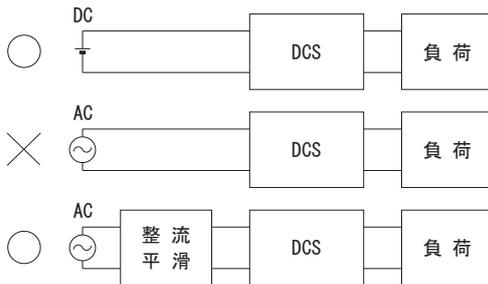
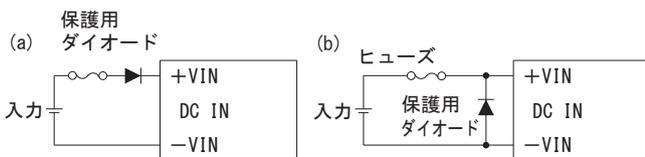

図 2.3 AC 入力での使用
図 2.4 逆接続防止
(5) AC 入力での使用
■ DCS シリーズは DC 入力専用です。AC での使用時は、電源入りに整流平滑回路を接続してください (図 2.3)。整流平滑回路についての詳細は、当社までお問い合わせください。
(6) 逆接続の防止
■ 入力端子に極性逆の電圧が加わると故障します。極性逆の電圧が加わる可能性がある場合は、図 2.4 のような保護用の回路を外付けしてください。